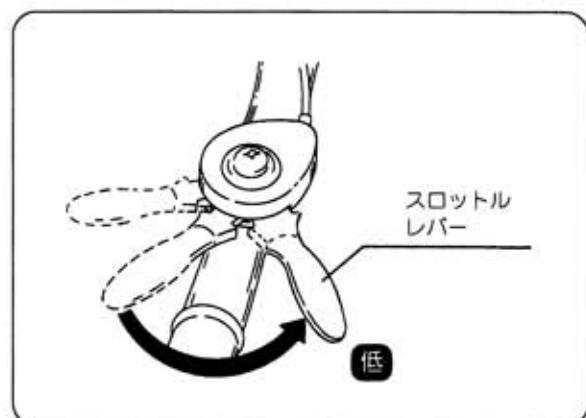

図23
- ①スロットルレバーを【低速】位置にもどし、停止スイッチを【OFF】位置にしてください。(図23・24)